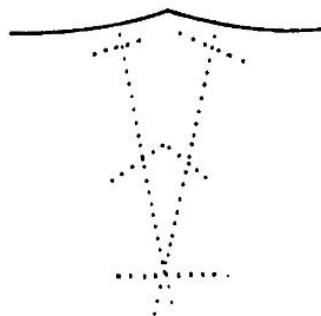

Рис. 54
2. Обведите на выкройке все линии, которые можно перенести на изделие. Прямые линии проводите по линейке. Все конструктивные точки отмечайте в виде двух прямых, перекрещивающихся в данной точке (рис. 54)